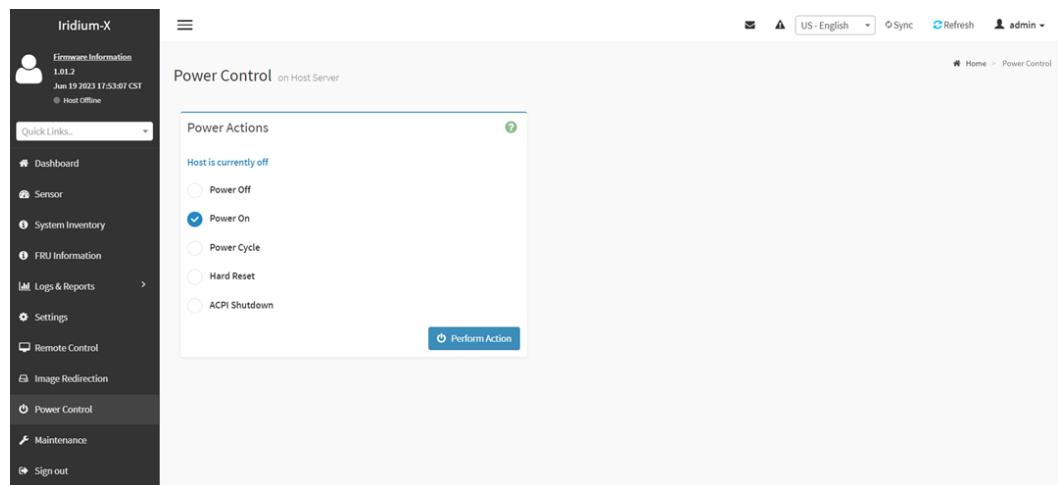

Рисунок 43 - Раздел «Power Control»
8) Раздел «*Power Control*» содержит варианты управления сервером (см. Рисунок 43).